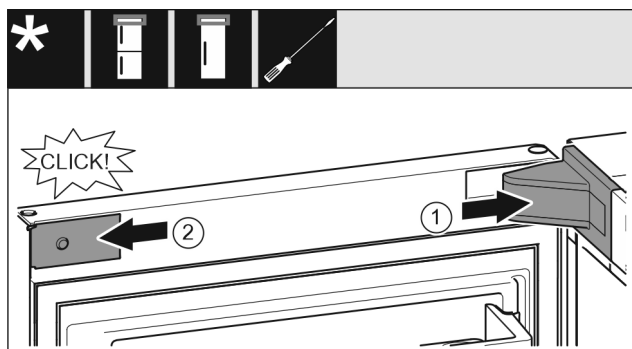

Fig. 23
- Lagerbockabdeckung Fig. 23 (1) aufsetzen und einrasten, ggf. vorsichtig auseinanderdrücken.
- Blende Fig. 23 (2) seitlich ansetzen und einrasten.